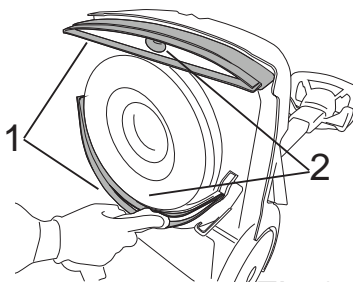

Fig.37
- Очистите лезвия обоих скребков влажной тряпкой (рис. 37 - поз. 1).
- Очистите коллекторы всасывания обоих скребков (рис. 37 - поз. 2).